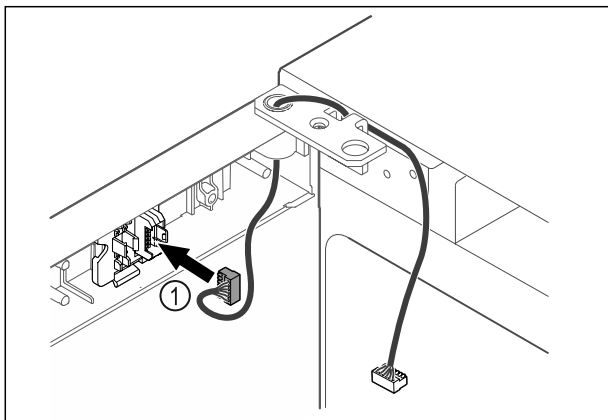

Fig. 48
- ▶ Dugja be a dugót Fig. 48 (1) a dugófoglatba.